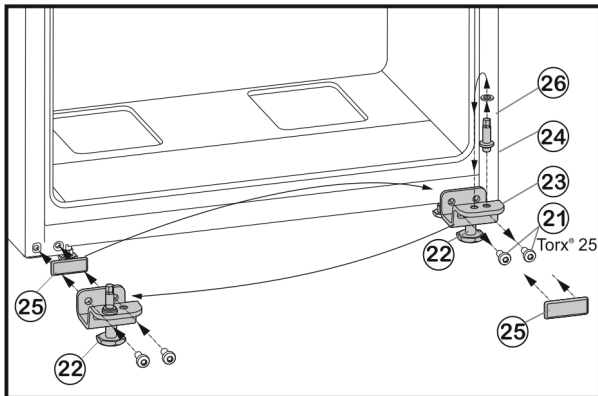

Fig. 8
- Sabitleme vidalarını Fig. 8 (21) sökün.
- Alt yatak mesnedini Fig. 8 (23) komple yatak somunu Fig. 8 (24), cam Fig. 8 (26) ve ayarlama ayağı ile birlikte Fig. 8 (22), çıkarın.
- Yatak somununu Fig. 8 (24) komple, camı ile birlikte Fig. 8 (26) sökün, karşısındaki yatak mesnedinin giriş deliğine göre ayarlayın ve tekrar sıkıca vidalayın.
- Kapak plakasını Fig. 8 (25) dikkatli bir şekilde çıkarın ve karşı tarafa ayarlayın.
- Alt yatak mesnedini Fig. 8 (23) komple, yatak somunu Fig. 8 (24), cam Fig. 8 (26) ve ayarlama ayağı ile birlikte Fig. 8 (22) gerekirse akülü tornavida kullanarak yeni menteşe tarafına **sıkıca (4 Nm ile)** tekrar vidalayın.
- Kapıyı üstten yatak civatalarına Fig. 8 (24) takın.
- Alt yatak mesnedinde Fig. 8 (22) bulunan Ayarlama ayağını Fig. 8 (23) yerde durana kadar sökün.